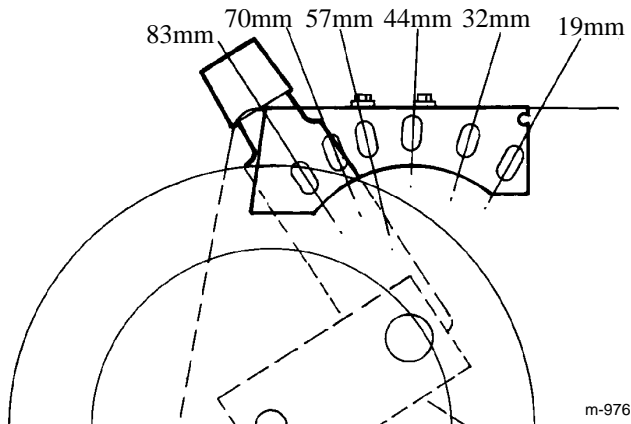

Abbildung 9
- Gras wächst zu verschiedenen Jahreszeiten mit unterschiedlicher Geschwindigkeit. Im Hochsommer ist es im allgemeinen am besten, bei der 44 mm ($1\frac{3}{4}$ "), 57 mm ($2\frac{1}{4}$ ") oder 70 mm ($2\frac{3}{4}$ ") Schnitthöheneinstellung zu mähen (Abb. 9). Es sollte nur ca. 1/3 des Grashalms abgeschnitten werden. Mähen unterhalb der 44 mm ($1\frac{3}{4}$ ") Einstellung wird nur bei spärlichem Graswuchs oder im Spätherbst empfohlen, wenn sich der Graswuchs zu verlangsamen beginnt.
Die Schnitthöhe läßt sich von ca. 19 mm bis 83 mm ($\frac{3}{4}$ bis $3\frac{1}{4}$ “) in Schritten von 12,7 mm ($\frac{1}{2}$ “) einstellen (Abb. 9). Wenn der Schnitthöheneinstellhebel nach vorne bewegt wird, wird die Schnitthöhe angehoben.